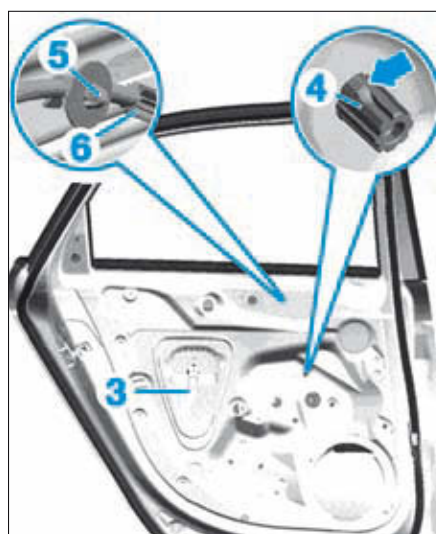

FIG. 65
- le joint (3) de panneau de porte (Fig.65),
- Déverrouiller les écrou-cages (4) du moteur de lève-vitre en engageant une douille de 11 mm dessus.
- Dégrafer l'agrafe (5) du câble (6) pour le sortir du guide du câble.